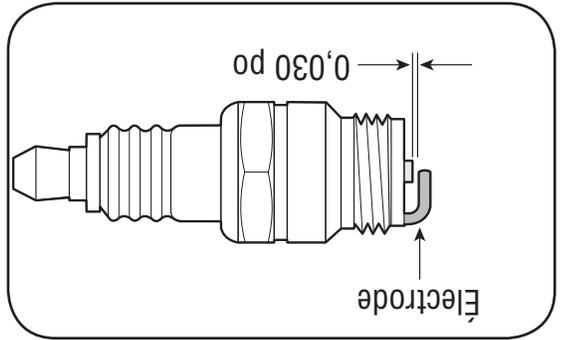

Figure 4-4 - Mesurez l'écartement avec une jauge d'écartement.
3. Mesurez l'écartement de la bougie avec une jauge d'écartement. Ajustez au besoin en pliant l'électrode de côté. Voir la Figure 4-4. L'écartement doit mesurer 0,030 po.